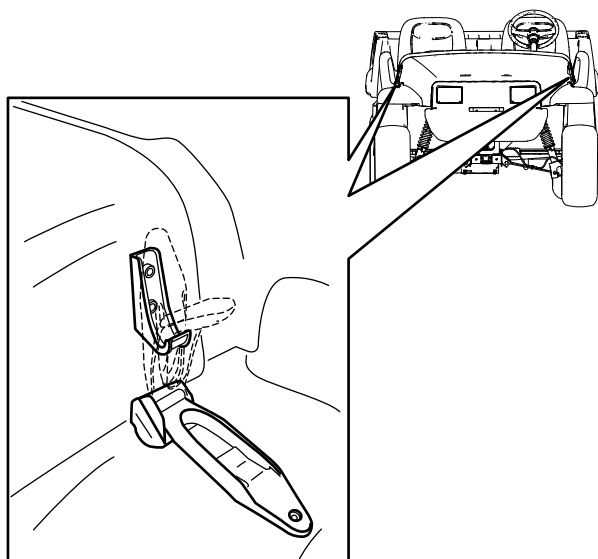

Figure 28
1. Soulevez la poignée des loquets en caoutchouc de chaque côté du capot (Figure 28).
2. Fixez le capot en alignant les loquets en caoutchouc sur les ancrages de verrouillage de chaque côté du capot (Figure 28).